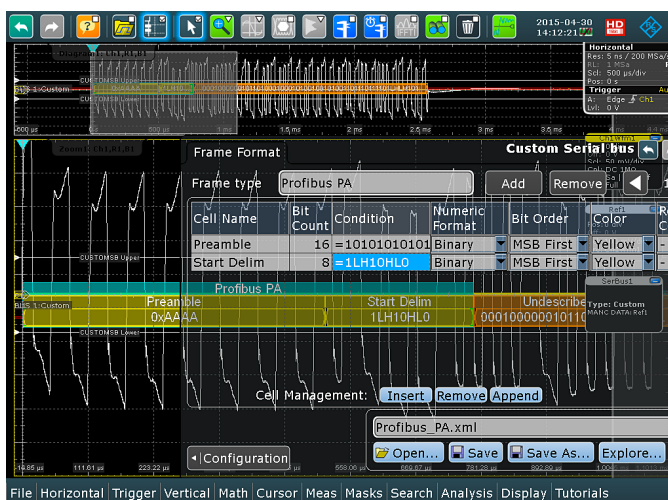

図3: 部分的に定義したProfibus PAフレーム(プリアンブル、開始区切り記号)が表示された、プロトコルフレームのダイアログ。テレグラムの残りの部分は、フレームダイアログにまだ記述されていません。
- ▶ プロトコルフレームの設定:個々のプロトコルセルを定義します。Profibus PAは、プリアンプルと開始区切り記号で始まります(下の図を参照)。“Frame Format”ダイアログでこれを定義すると、図3に示す結果が得られます。以下の表に、可能なフレームセルの定義を示します。